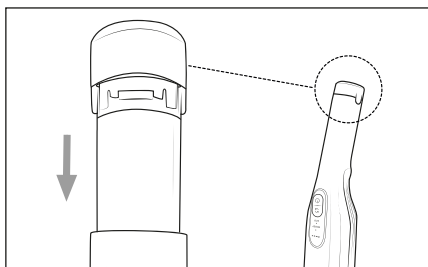

Fig. 3
- 3) Coloque o acumulador 1 no aparelho, de modo a ficar bem fixo (ver fig. 3).